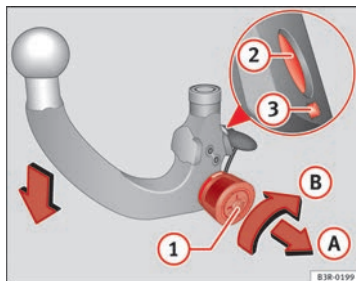

Abb. 155 Abnehmbare Anhängervorrichtung: Kugelstange vorspannen
- Stecken Sie den Schlüssel ① ⇒ Abb. 155 in das Schloss am Handrad und drehen sie ihn in Richtung der roten Markierung.
- Ziehen Sie das Handrad in Pfeilrichtung ① heraus und drehen Sie es anschließend in gezogener Position in Pfeilrichtung ② bis der Verriegelungsbolzen ② einrastet und der Auslösebolzen ③ sichtbar ausfährt ⇒ ⚠.